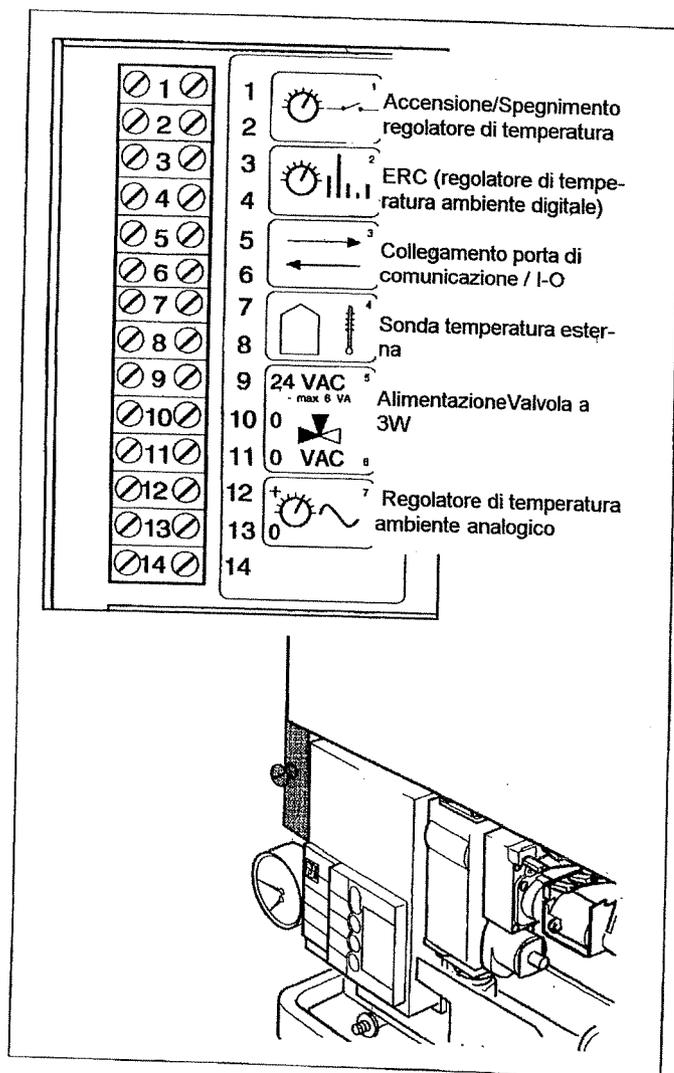

Fig. 7 Collegamento del regolatore di temperatura ambiente
- ◆ Svitare con due giri la vite di fissaggio della cassetta terminale (Fig.7).